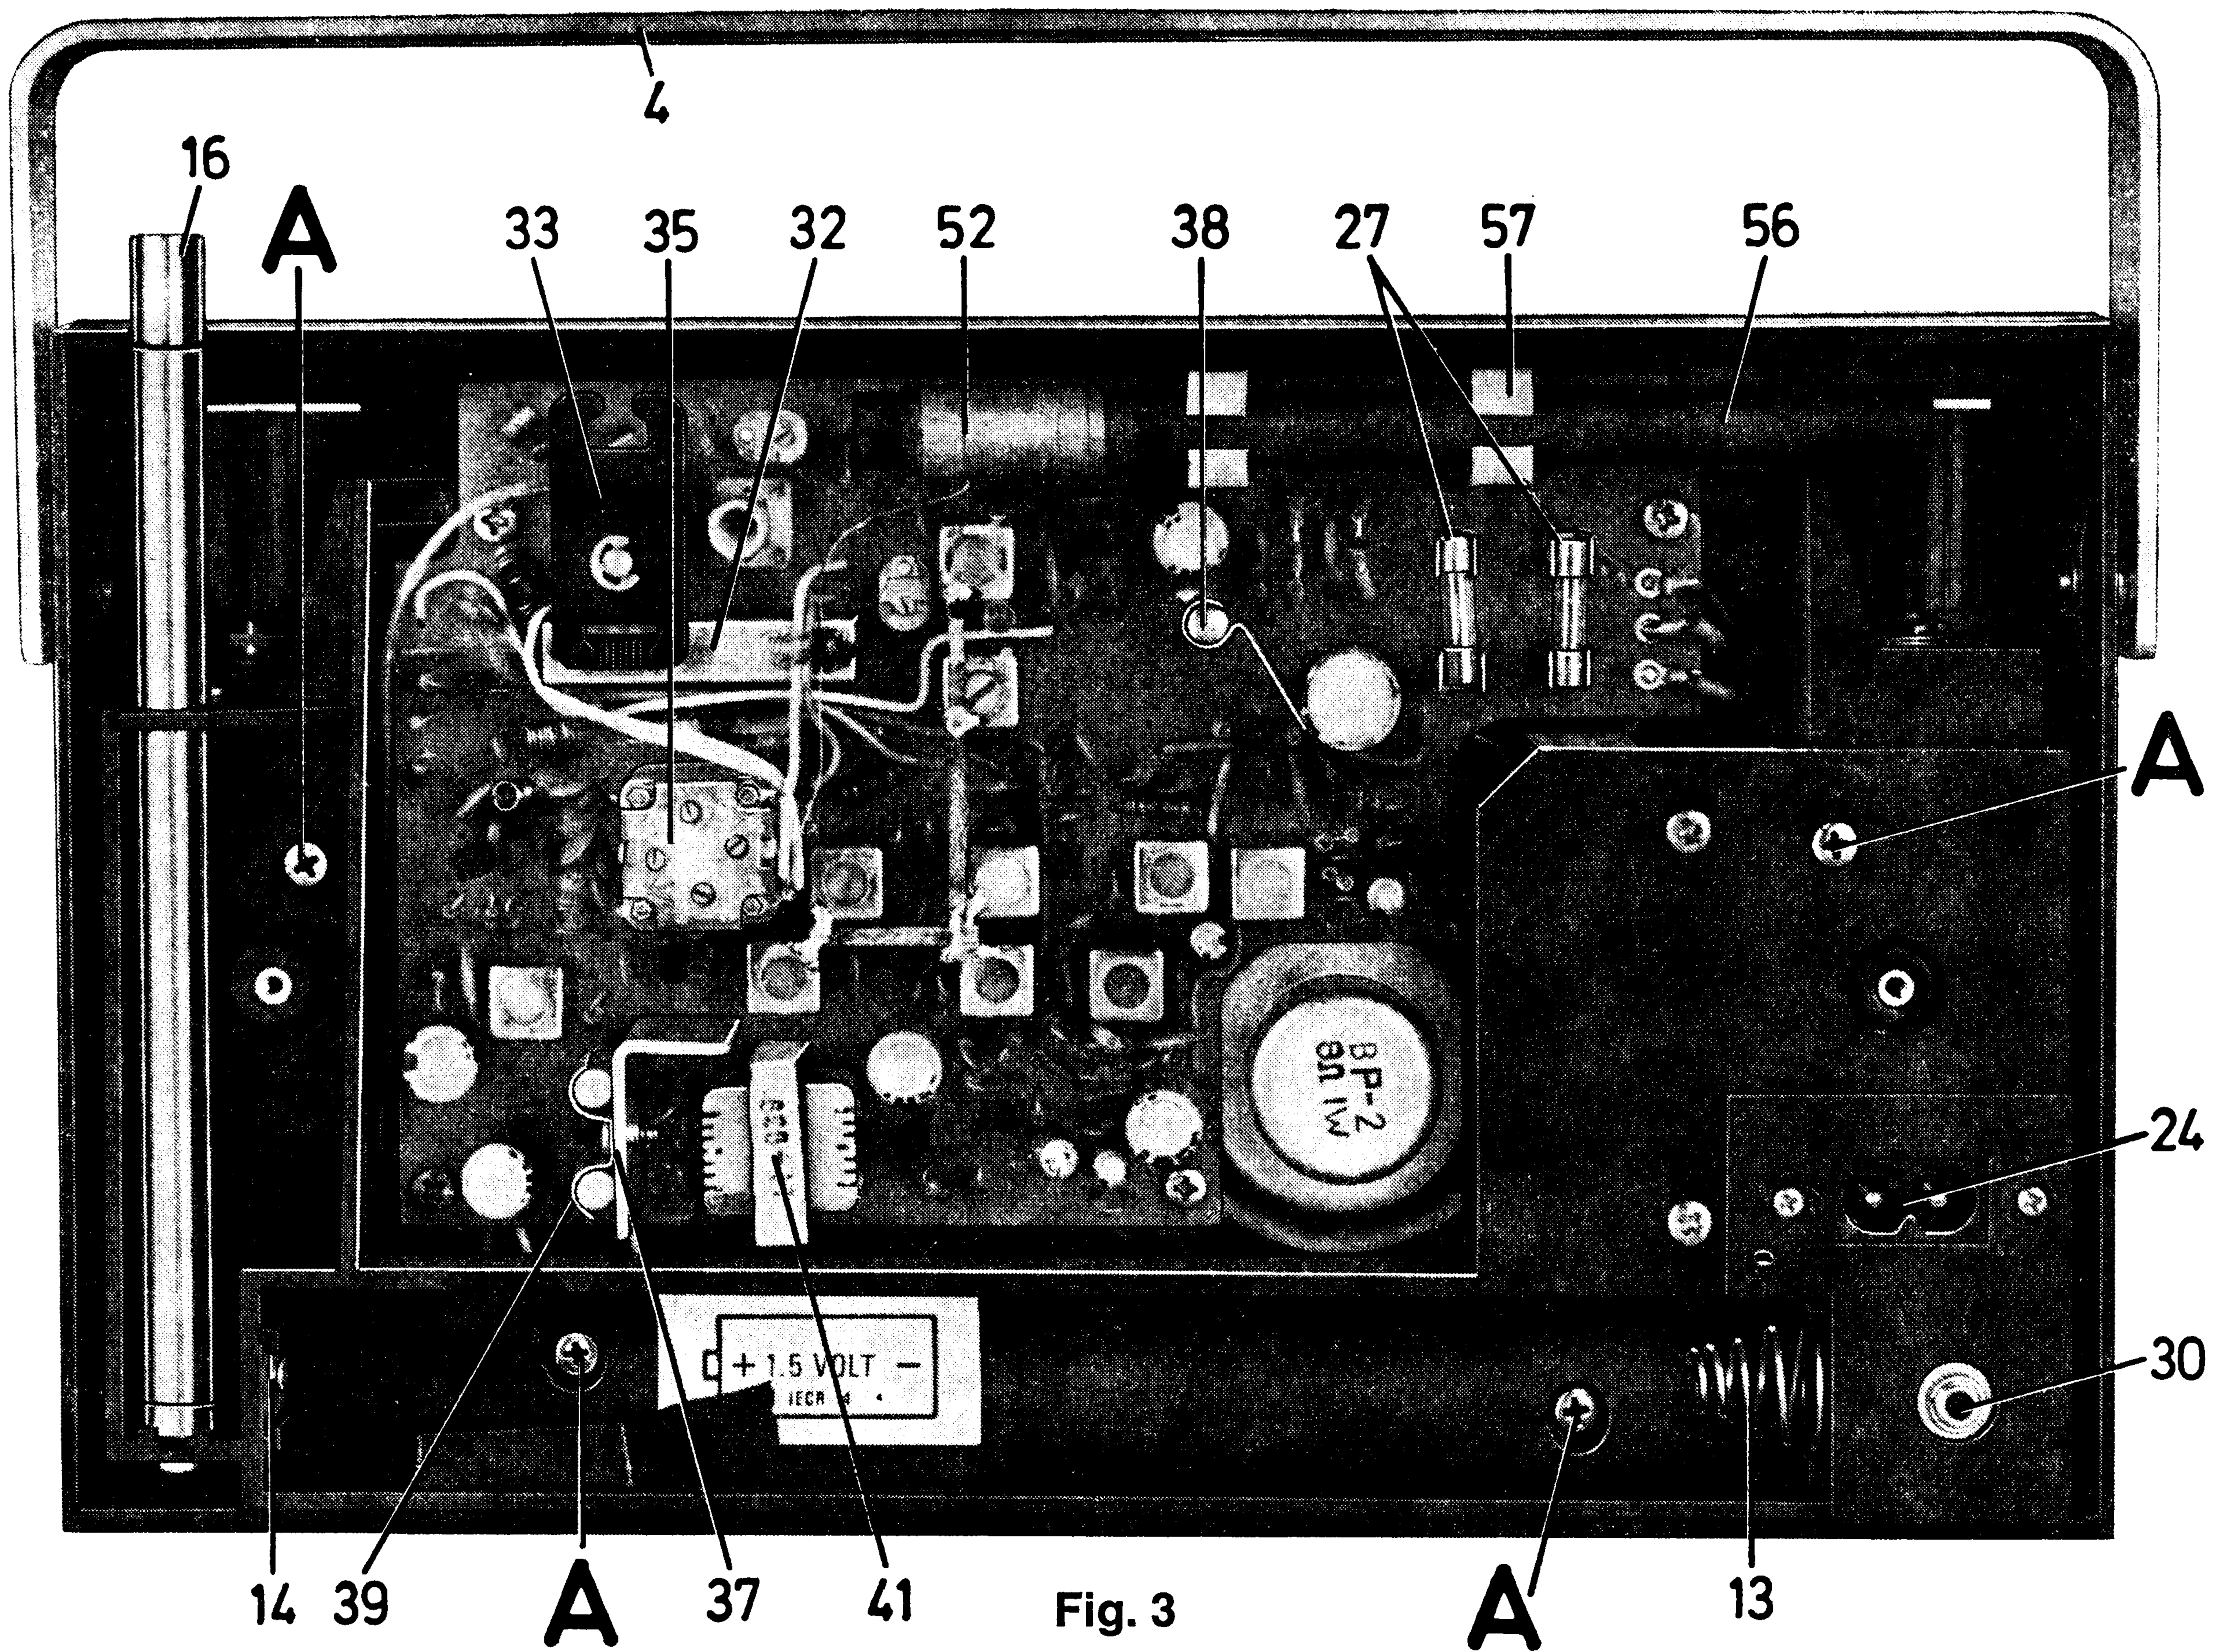

Fig. 3
- 1.2 Die 4 Chassisschrauben „A“ entfernen (Fig. 3).
- 1.2 Remove the 4 chassis screws "A" (fig. 3).